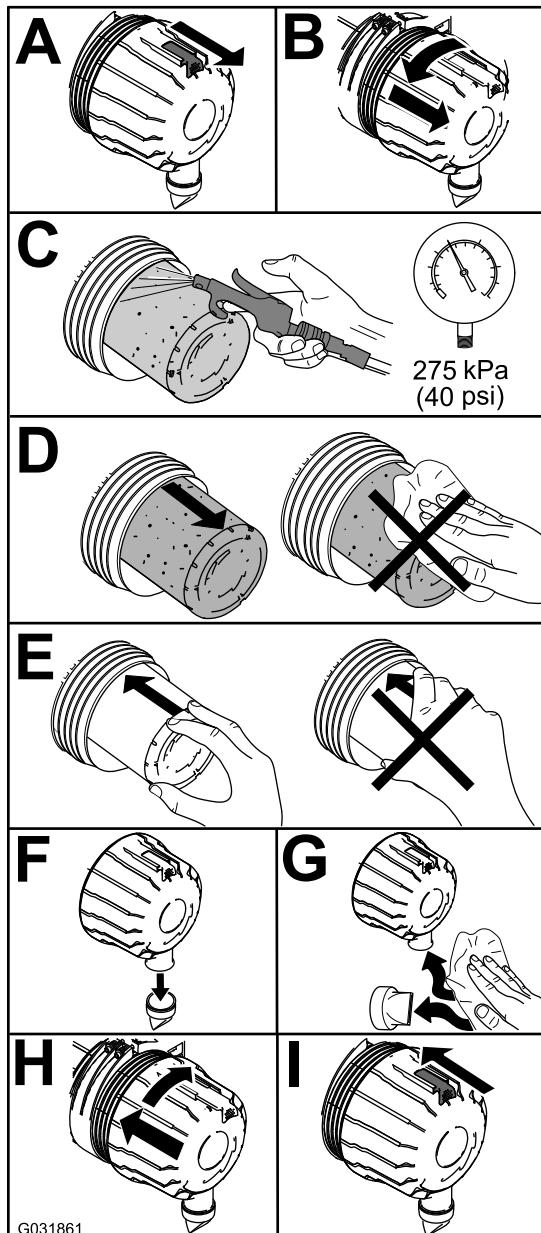

Figura 57
1. Cambie el limpiador de aire (Figura 57).